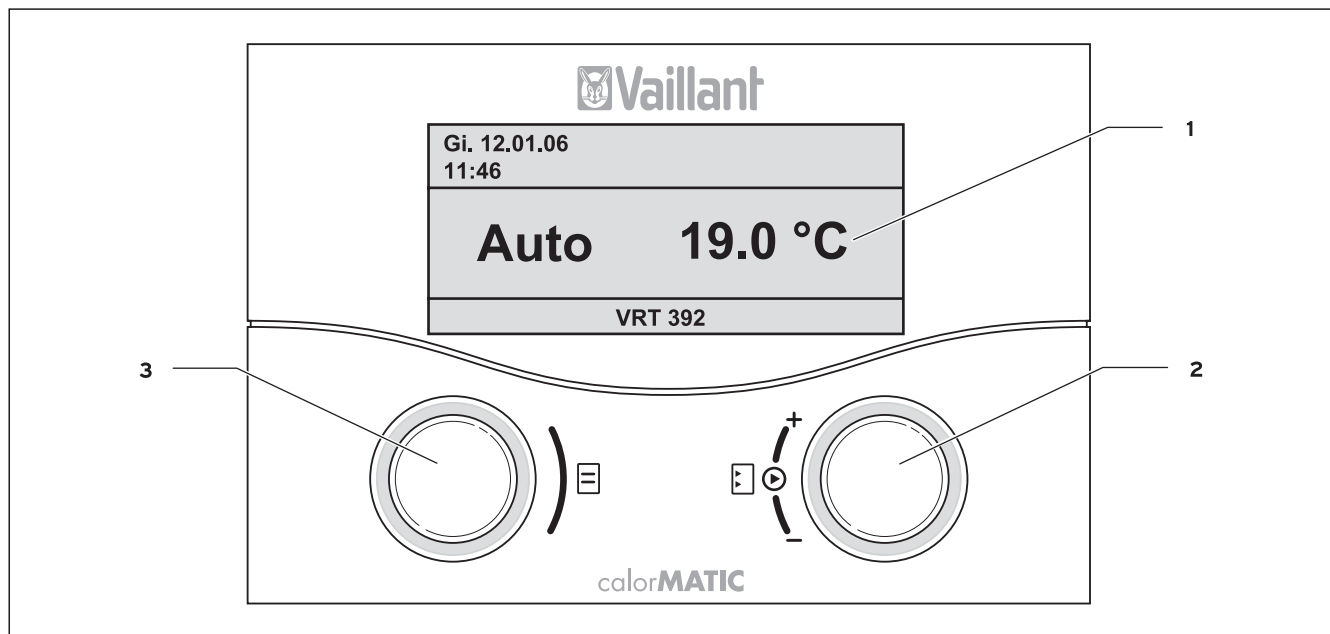

Fig. 4.1 Panoramica del pannello di comando e visualizzazione
La fig. 4.1 indica il display nella visualizzazione base semplificata. La visualizzazione base semplificata fornisce le seguenti informazioni:
- visualizzazione base semplificata (fig. 4.1)
Le due manopole di configurazione (fig. 4.1 pos. 2 e 3) funzionano in base al principio Vaillant "gira e clicca". Girando (in avanti o indietro), le manopole scattano percettibilmente nella posizione successiva. Ad ogni scatto, ci si sposta nel display di una posizione avanti o indietro.